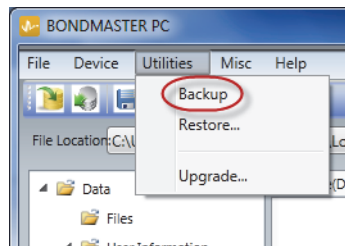

Figure 7-24 Commande Backup
2. Dans le menu **Utilities** (Utilitaires) du logiciel pour PC Bondmaster, sélectionnez **Backup** (Sauvegarde) (voir la Figure 7-24 à la page 221).